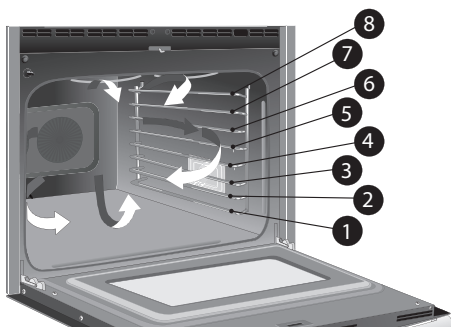
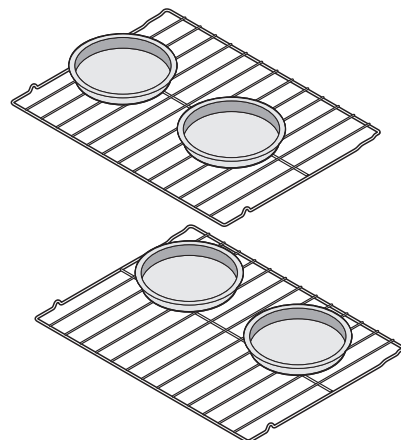

Figure 15 : Positionnement des grilles et circulation du flux de convection
Figure 16 : Écart entre les plats de cuisson pour la cuisson par convection
La cuisson par convection utilise un ventilateur pour faire circuler la chaleur uniformément dans le four. Cette façon améliorée de répartir la chaleur permet des résultats de cuisson et de brunissement uniformes. (Figure 15). Dans le cas de certains aliments, la cuisson sur plusieurs grilles peut augmenter légèrement le temps de cuisson, mais le résultat global sera l'économie de temps. Le ventilateur se met en marche 6 minutes après que le four commence à chauffer.
- Pour cuire des gâteaux étagés sur deux grilles, déposer les moules sur les grilles coulissantes en 2e et 5e position ou sur les grilles plates 3e et 6e position (Figure 15). Déposer les moules comme indiqué à la Figure 16.